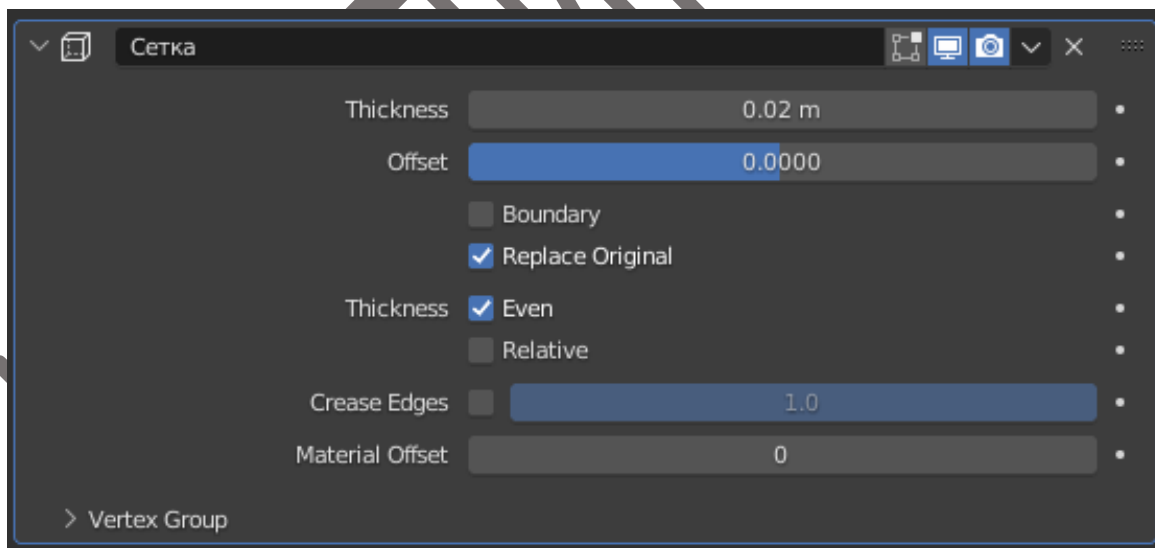

Рисунок 38 – Модификатор «Wireframe»
**Wireframe** – модификатор, создающий меш вокруг полигональной сетки объекта. Рисунок 38.